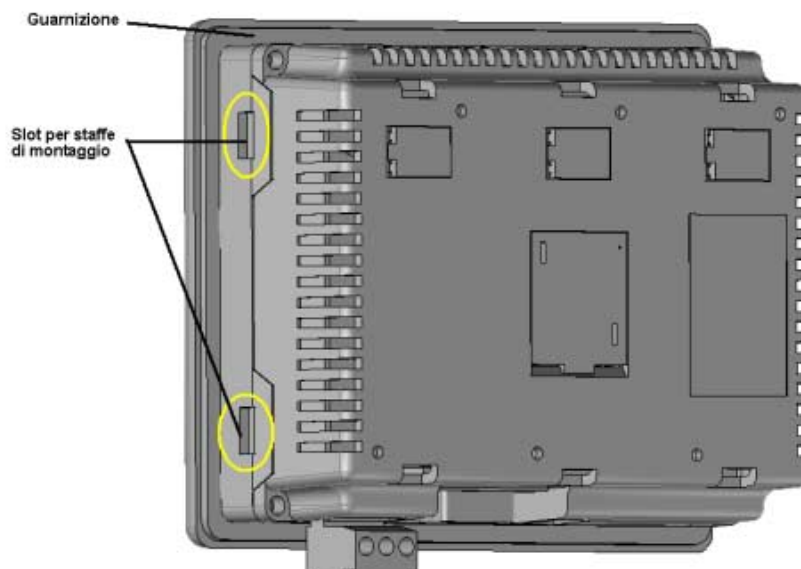

Figura 3.2: Terminale NQ con guarnizione e slot per le staffe di montaggio
Utilizzare il set di montaggio in dotazione per la corretta installazione. Una volta preparato il pannello, montare il terminale NQ utilizzando le staffe in dotazione. Il terminale NQ viene fornito con una guarnizione preinstallata dietro la mascherina, come illustrato nella Figura 3.2: Terminale NQ con guarnizione e slot per le staffe di montaggio.
- 1 Individuare i quattro slot per le staffe di montaggio nell'custodia dell'NQ. Nei modelli NQ3 gli slot si trovano sui lati dell'custodia (come illustrato nella Figura 3.2: Terminale NQ con guarnizione e slot per le staffe di montaggio), mentre nei modelli NQ5 sulle facciate superiore e inferiore dell'custodia.